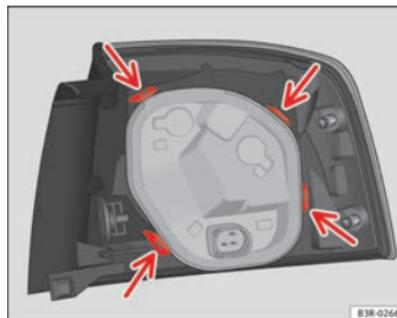

Abb. 229 Lampenträger in Heckleuchte befestigen
- Prüfen Sie, ob alle vier Befestigungslaschen ⇒ Seite 291, Abb. 229 -Pfeile- eingerastet sind.